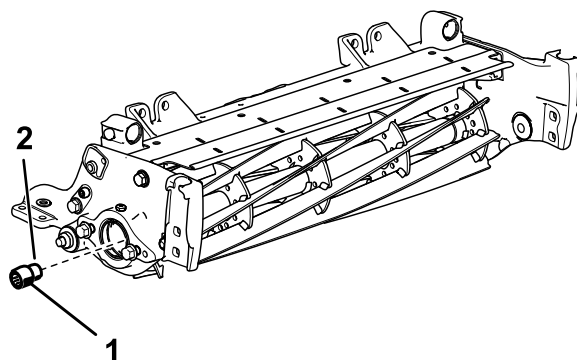

图4
8. 将中等强度防松螺纹油如蓝色 Loctite® 243 乐泰胶涂在新的花键插入件较长端的螺纹上然后仅固定到滚刀马达侧的滚刀轴上。 图4上紧插入件扭矩至 115128N·m。